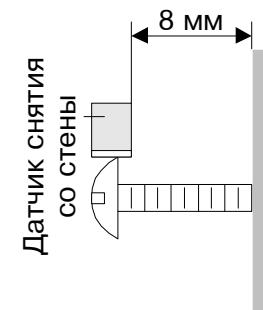

Рис.3
- c). Вверните шуруп M3,5 или M4 так, чтобы его головка была на расстоянии 8 мм от стены (рис.3).